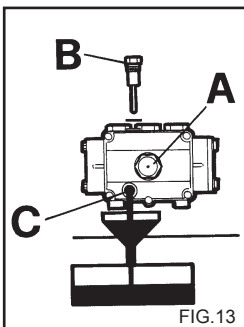

FIG.13
Controllare periodicamente il livello dell'olio della pompa alta pressione tramite la spia (fig. 13A) o l'asta di controllo livello (fig. 13 B).
1) Svitare il tappo di scarico situato sotto la pompa (fig. 13 C).
2) Svitare il tappo con l'asta di controllo livello (fig. 13).